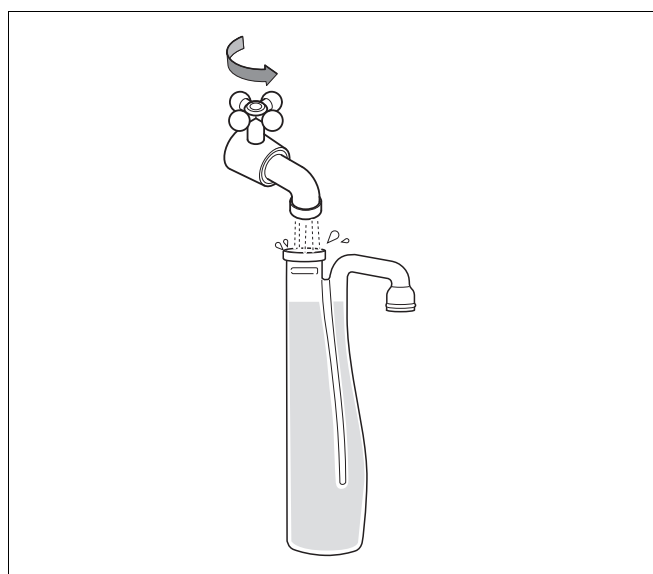

Fig. 16 Toestelsifon met water vullen
- Vul de toestelsifon (uit de leveringsomvang van het cv-toestel) met water (→ fig. 16).